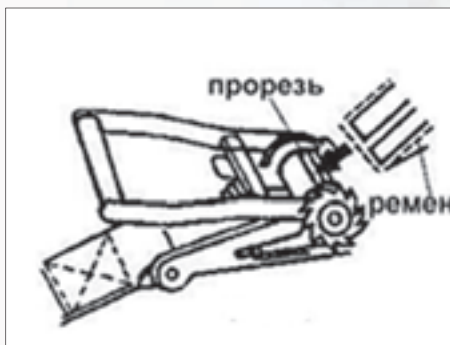

Рис. 1
- Проденьте ленту через прорезь храпового механизма (Рис. 1). Ленту можно продеть в один слой или сложить вдвое. Храповый механизм должен располагаться в направлении движения.